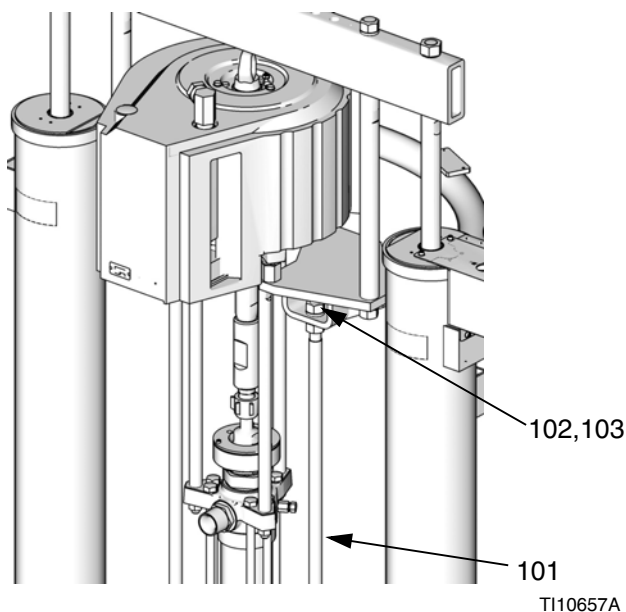

Рис. 22
1. Удалите гайки и шайбы (102, 103) с верхнего конца подъемных штанг опорной емкости (101). См. Рис. 22.
Не удаляйте и не регулируйте гайки (102), расположенные под кронштейнами. См. Рис. 22. Если гайки затянуты, насос не будет полностью входить в контакт с опорной емкостью, или малое расстояние будет оказывать нагрузку на двигатель, соединительные тяги и поршневой насос.
4. Затяните гайки (103) и шайбы (102) на верхнем конце подъемных штанг опорной емкости (101). См. Рис. 22.